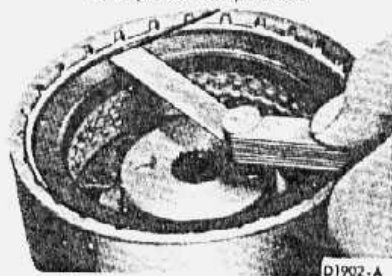

fig. 82 — verificação da folga do anel trava da embreagem de marchas à frente
5. Com um calibrador de lâminas, verificar a folga entre o anel de trava e a placa de pressão (fig. 82). Para fazer esta verificação, a placa deve ser comprimida para baixo. A folga deverá ser de 0,028" a 0,050".